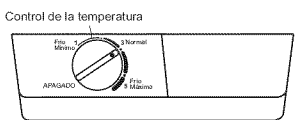

Figura 1.
- Ponga el control de temperatura en 3 (normal). El control va del 1 (menos frío) al 5 (más frío) (figura 1).